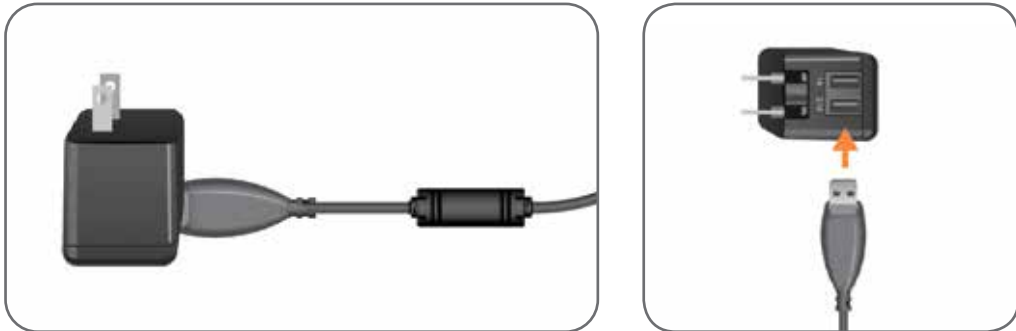

Figura 6-1: Collegamento del cavo di ricarica USB all'adattatore CA
2. Inserire l'estremità con il connettore USB del cavo di ricarica magnetico in una delle due porte USB disponibili dell'adattatore CA. (Figura 6-1).